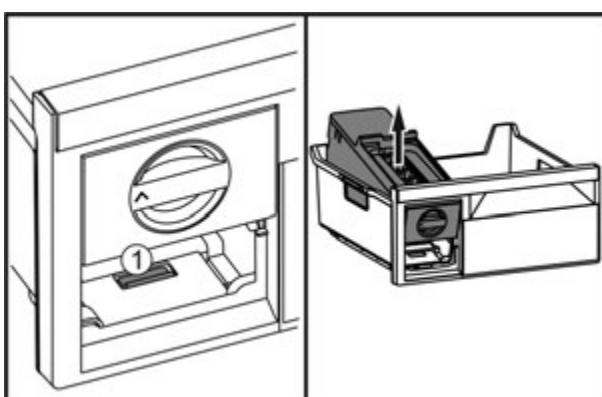

Fig. 47
- Натиснути на накладку Fig. 47 (1), EasyTwist-Ice підняти ззаду і витягнути з висувного ящика для заморожування.